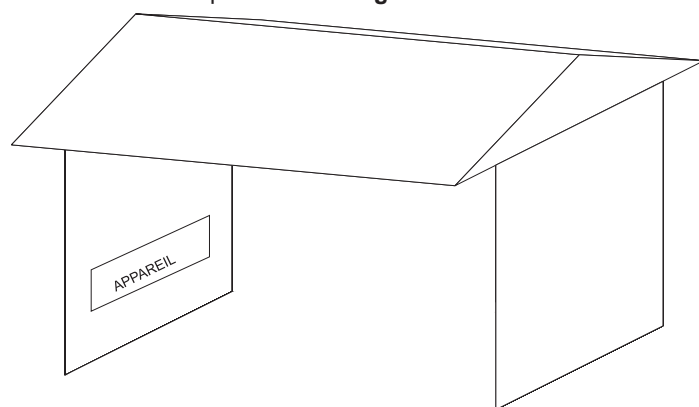

Figure 7
- Avec un boîtier partiel qui comprend un couvert aérien, mais pas plus de deux parois latérales. Ces parois latérales peuvent être parallèles, comme dans un passage couvert ou à angles droits sur chaque côté. **Voir figure 7.**